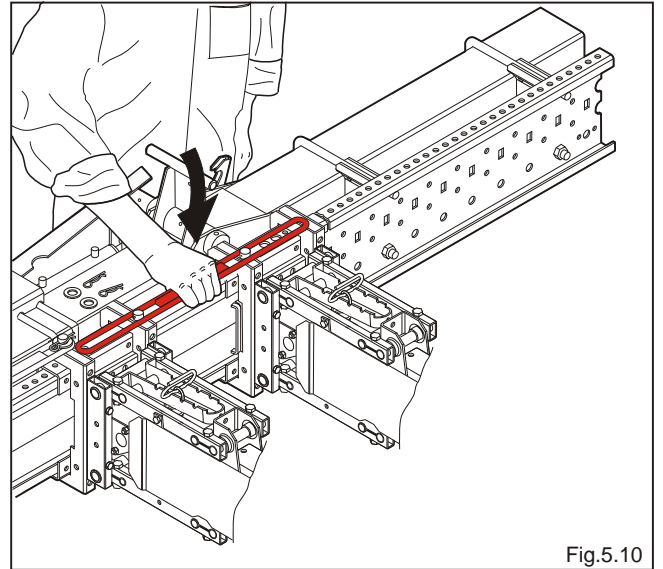

Fig.5.10
- Die Ringe mit den zuvor abgenommenen Unterlegscheiben und Stiften auf **R** befestigen (Abb.5.10).